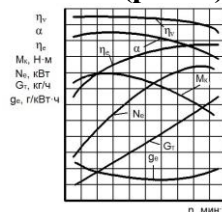

Рисунок 2 – Скоростная характеристика двигателя
25. Скоростная характеристика двигателя (рис. 2) – это графическая зависимость...